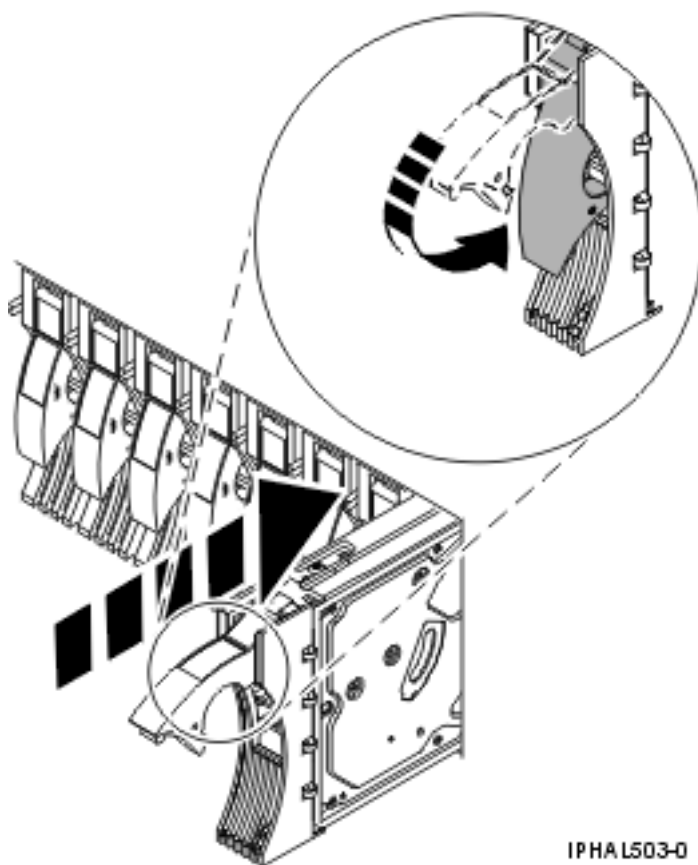

Figure 77. Installation d'une unité de disques sur un modèle or 7311-D20
10. Faites glisser complètement l'unité de disques dans l'unité centrale ou l'unité d'extension, puis bloquez l'unité dans son emplacement en poussant la poignée (voir figure 77).